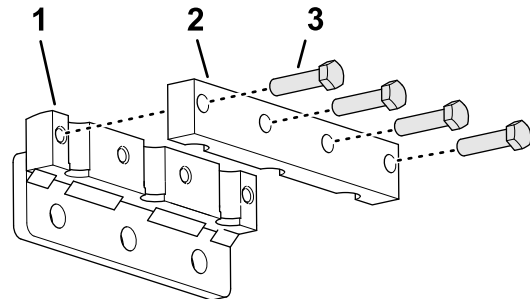

Figura 40
1. Asamblează, fără a strânge, o clemă pentru dinte la suportul pentru dinte (Figura 40) cu 4 uruburi ($\frac{3}{8}$ x $1\frac{1}{2}$ "). Nu strângeți uruburile.